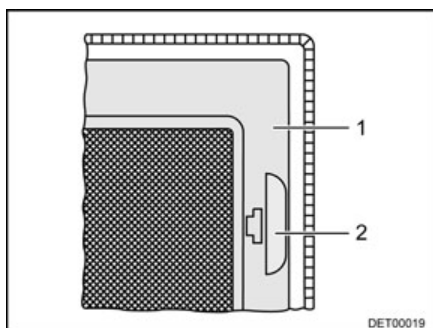

Fig. 62 Moustiquaire
- Tirer sur la poignée (Fig. 62,2).
- Rabattre la moustiquaire (Fig. 62,1) vers le bas.
- Faire basculer la moustiquaire (Fig. 62,1) vers le haut jusqu'à ce qu'elle s'enclenche.